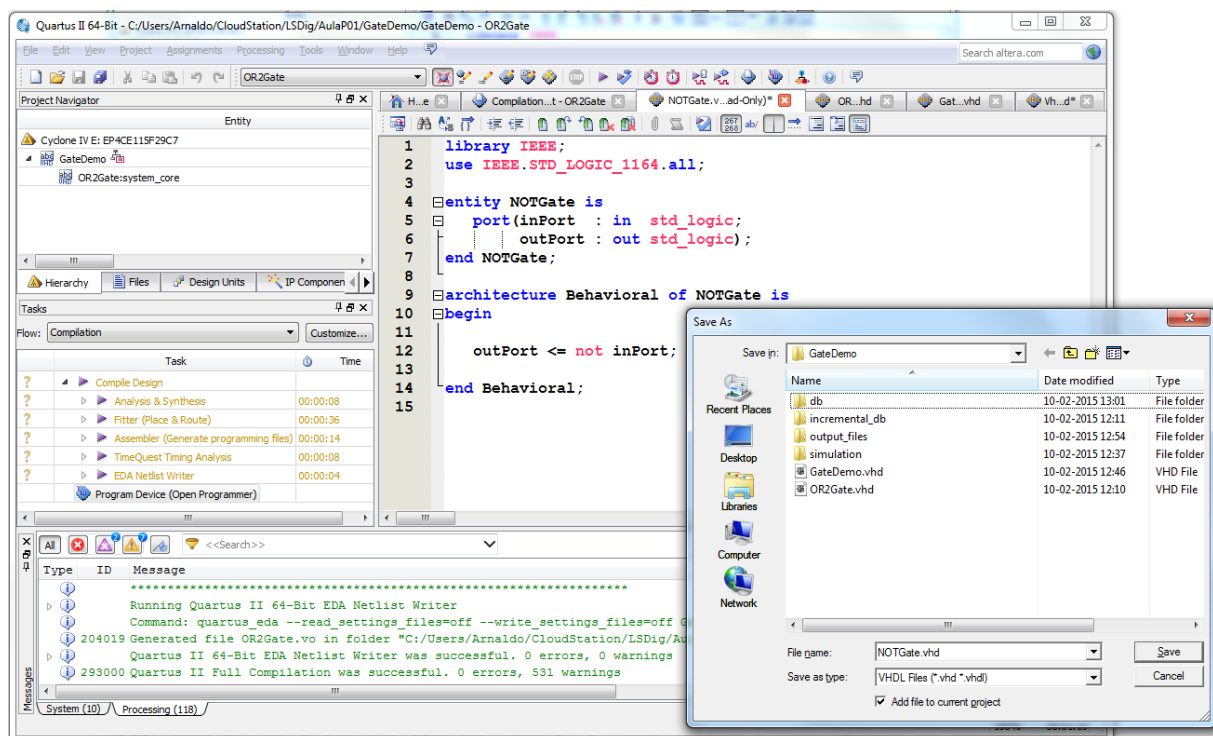

Figura 29 – Código fonte do inversor (“NOTGate.vhd”).
23. Crie um novo ficheiro VHDL, contendo o código VHDL correspondendo a um inversor e no final grave com o nome “NOTGate.vhd” (Figura 29).